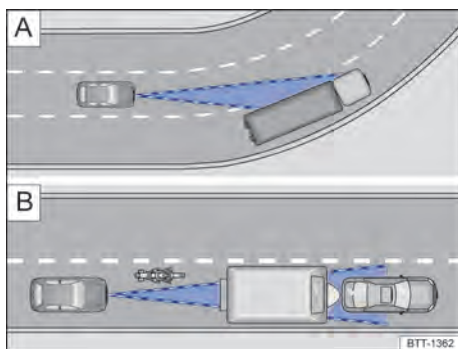

Fig. 140 **A** Condução em curvas. **B** Veículos à frente fora da área de alcance do sensor do radar.
O sensor do radar mede sempre em linha reta. Por isso, veículos em curvas estreitas podem ser detectados por engano ou veículos trafegando à frente podem não ser detectados → Fig. 140 [A].
- Veículos que trafegam fora da área de alcance do sensor a curta distância do veículo próprio, por exemplo, motocicletas → Fig. 140 [B].